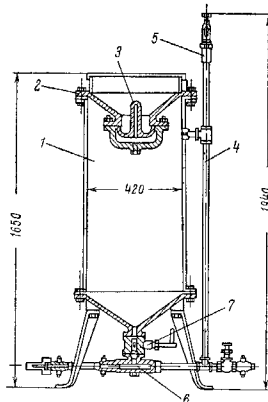

Рис.3. Схема пескоструйного аппарата емкостью 170 л:
5. Схема пескоструйного аппарата емкостью 170 л показана на рис.3. Рабочее давление на компрессоре поддерживать в пределах 3-5 атм. Влажность песка должна быть не более 2%, крупность песка - 1-2 мм. Перед началом работ песок должен быть просушен и просеян для очистки от пылевидных частиц.